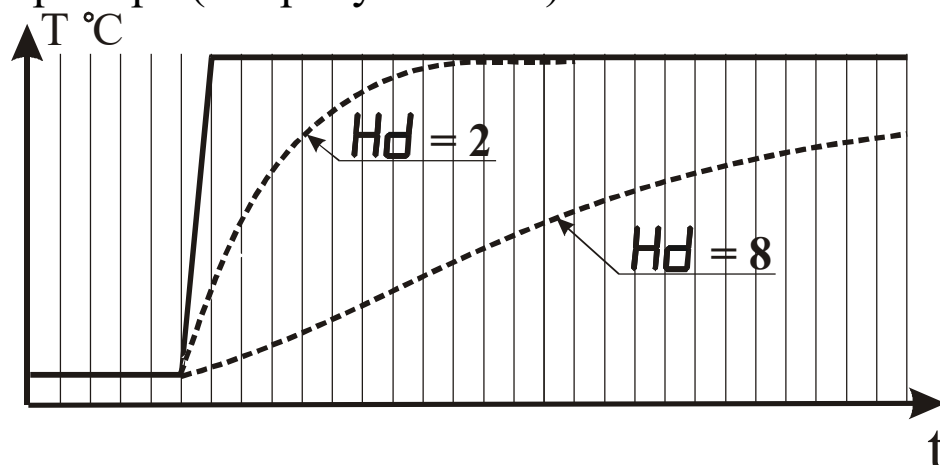

Рисунок 3.13 - Влияние параметра “Время усреднения” на показания прибора при различных значениях параметра Hd
3.3.3.8 Параметр “Время усреднения” указывают в количестве периодов опроса входного датчика ($N_{\text{опр.}}$). Этот параметр позволяет добиться более плавного изменения показаний прибора. Для этого производится вычисление среднего арифметического из последних ($N_{\text{опр.}}$) измерений. При значении параметра равном 0 интегратор выключен. Уменьшение значения времени усреднения приводит к более быстрой реакции прибора на скачкообразные изменения измеряемого параметра, но снижает помехозащищенность прибора (см. рисунок 3.13).